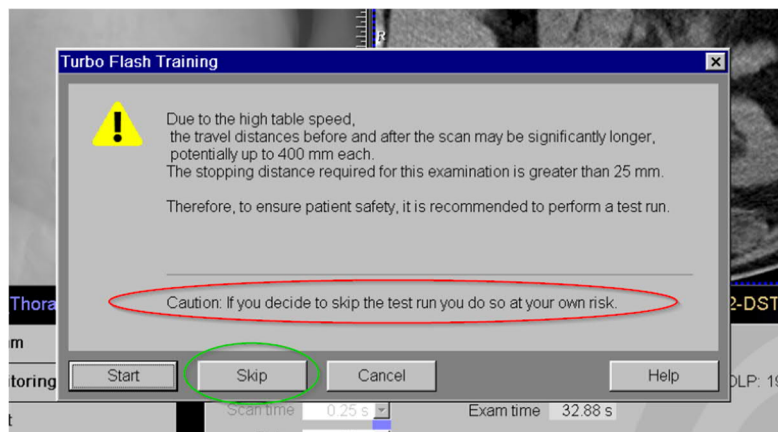

Abb. 2: Dialog für den Test der Tischbewegung mit entsprechender Warnung für den Fall, dass der Test übersprungen wird.
- b. Der Test der Tischbewegung ist kein Muss und kann übersprungen werden. Wenn sich der Bediener für diesen Workaround entscheidet, muss er mit besonderer Sorgfalt vorgehen, um sicherzustellen, dass keine Hindernisse die Bewegung der Tischplatte beeinträchtigen. Die hohe Geschwindigkeit der Tischplatte während solcher Untersuchungen verhindert effektiv ein Stoppen der Bewegung innerhalb der normalerweise erforderlichen 25 mm. Der Vor- und Nachlauf des Tisches während eines solchen Scans kann bis zu 400 mm betragen. Abb. 2 unten zeigt den entsprechenden Dialog.